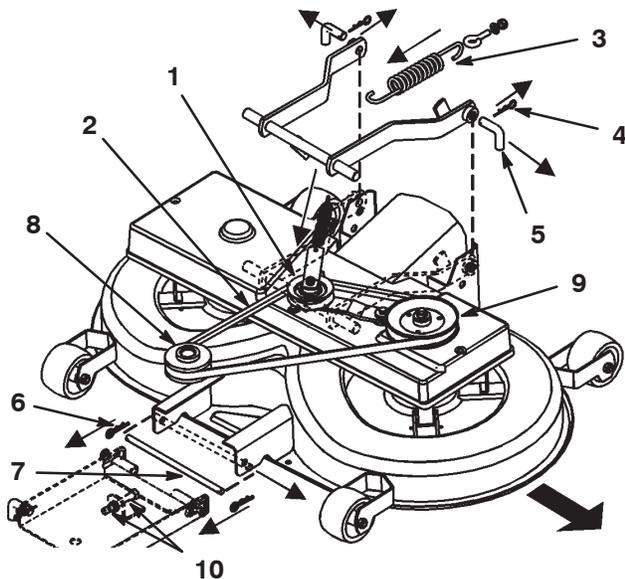

Bild 36
- Ziehen Sie den Spannarm nach innen. Nehmen Sie den Keilriemen von der Scheibe ab (Bild 36).
- Nehmen Sie die Feder vom Schalthebel ab (Bild 36).
- Entfernen Sie die zwei Splintclips von den zwei hinteren Stiften und nehmen Sie die Stifte ab (Bild 36).
- Entfernen Sie den Splintclip vom vorderen Stift und nehmen Sie den Stift ab (Bild 36).
- Entfernen Sie den Keilriemen von der Motorscheibe (Bild 36).
- Entfernen Sie den Keilriemen und den Antriebsarm (Bild 36).
7. Drehen Sie den unteren Stift der Einstellung für die vordere Aufhängung in die untere Stellung der geschlitzten Löcher. Stellen Sie hierfür die 2 Muttern (M12) an der vorderen Aufhängung ein (Bild 36).